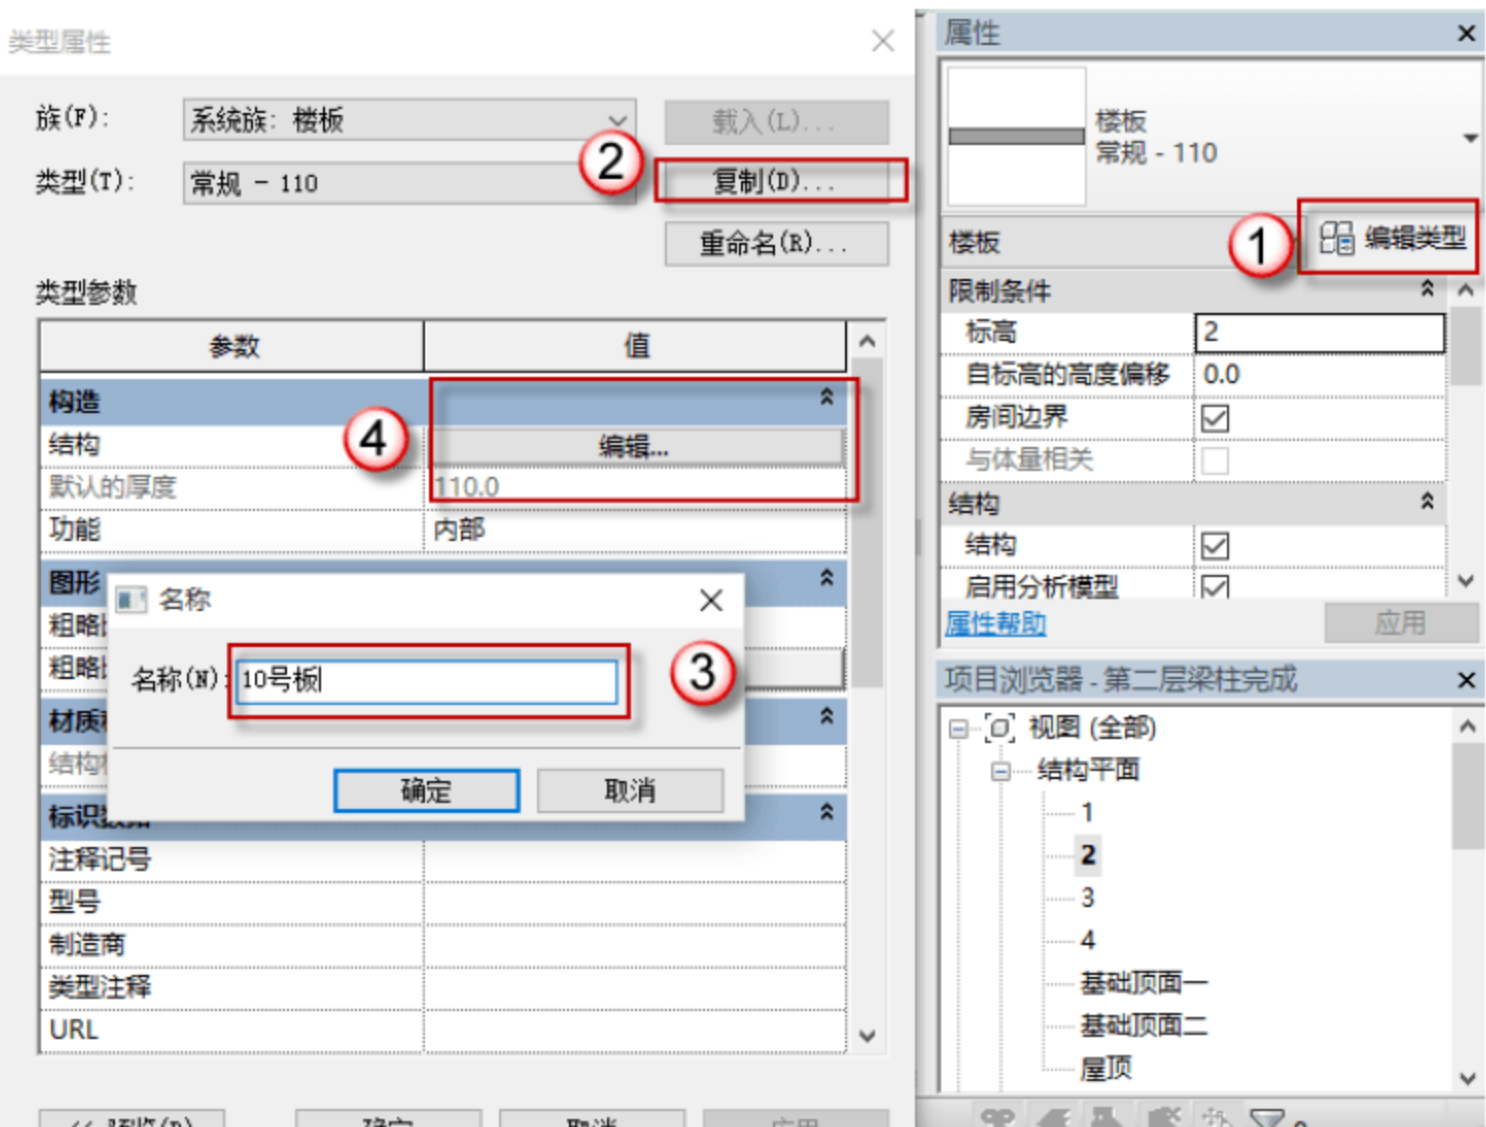

图 3.2.75 设置 10 号板参数
(21) 设置 10 号板参数，按快捷键 S+B，进入编辑模式，单击“编辑类型”按钮，在弹出的对话框中单击“复制”按钮，在弹出的对话框中命名板号，单击“确定”按钮。单击“编辑”按钮，设置参数，将板厚设置为 110，如图 3.2.75 所示。